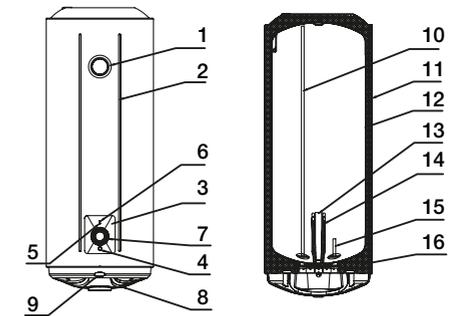

Рис. 1
1. Водонагреватели этой серии оснащены одним электрическим нагревательным элементом и могут работать в режиме полной или половинной мощности соответственно 1500 Вт или 750 Вт (водонагреватели емкостью 150 л в режиме мощности 2400 Вт или 1200 Вт). После подключения к источнику питания начнется нагрев в режиме 750 Вт (1200 Вт). Когда горит индикатор «Full power», значит включен режим полной мощности. Режим мощности регулируется нажатием кнопки «P» (рис. 1, п.4), одновременно будет гореть лампочка нагрева (рис. 1, п.5) и индикатор полной мощности (рис. 1, п.6).
полной мощности. С помощью ручки регулятора нагрева (рис. 1, п 7) установите требуемый уровень нагрева воды в диапазоне от min до max. Степень нагрева воды будет отображаться на шкале термометра (рис. 1, п 1). Режим «ECO» - экономичный режим, на шкале нагрева соответствует температуре 50-55°C. Нагрев воды отключается автоматически и включается для подогрева автоматически.